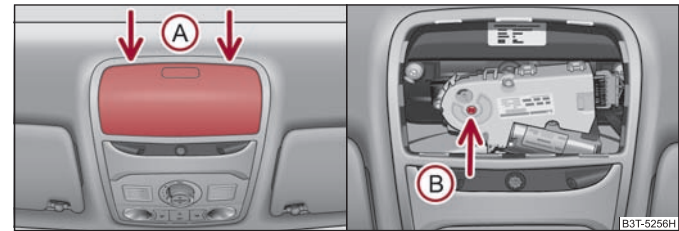

Fig. 46 Imagine din plafon:
Când instalația este defectă, puteți închide sau deschide plafonul panoramic, cu mâna. Acționarea de urgență a plafonului se află, în funcție de echiparea autovehiculului, sub capacul mecanismului electric, sau sub compartimentul pentru ochelari ⇒ fig. 46 - stânga.
- Introduceți o șurubelniță de cca. 5 mm lățime în fantă, cu atenție, în locul marcat cu săgeți **A** ⇒ fig. 46.